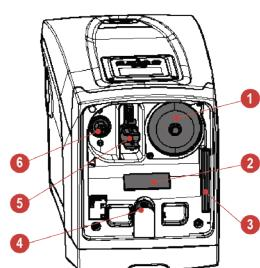

Fig. 3
- Teknikutrymmet ger åtkomst till följande (se Fig. 3):
Det ingår inte i det inbyggda expansionskärllets funktioner att säkerställa en vattenreserv som minskar systemets ingrepp (som efterfrågas av förbrukaren och inte p.g.a. ett läckage i systemet). Det går att utrusta systemet med ett expansionskärl med önskad volym och ansluta det i en punkt på systemets trycksida (inte sugsidan). I samband med horisontell installation kan anslutningen ske till det utloppsmunstycke som inte används. Vid valet av kärl ska du tänka på att den avgivna vattenvolymen även är beroende av parametrarna SP och RP som kan ställas in för systemet (kap. 8 och 9). Expansionskärllet är förladdat med tryckluft genom ventilen som går att komma åt via teknikutrymmet (Fig. 3, punkt 1). Förladdningsvärdet från fabriken är i överensstämmelse med de inställda standardparametrarna SP och RP och uppfyller oavsett följande villkor: